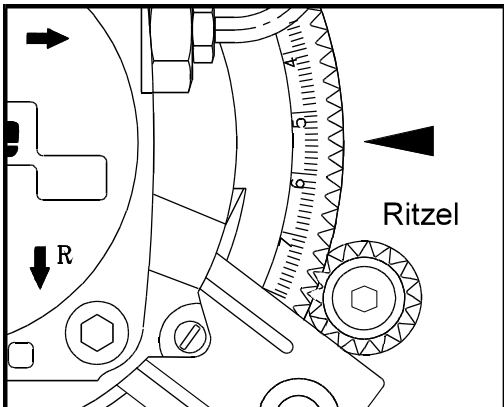
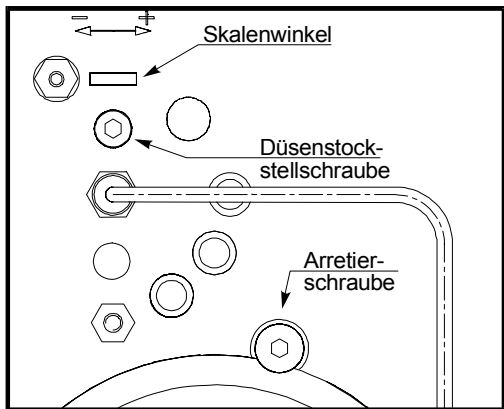

Bild 4
Bild 5
2. Veränderung der Gebläsekennlinie durch einstellbare Lufteinlaufdüse (siehe Bild 4). Vorteil: Der Ölbrenner arbeitet im optimalen steilen Bereich des Gebläses.
3. Sekundärlufteinstellung (siehe Bild 5). Durch Verschieben der Stauscheibe in der Mischeinrichtung erreicht man eine Änderung des Mischdruckes.
Mit dem Serviceschlüssel wird nach dem Lösen der Arretierschraube (Bild 5), über das Ritzel (Bild 4) die Brennerpressung im Gehäuse nach den Anhaltswerten (siehe Tabelle Seite 4 bzw. 5) ohne Flamme voreingestellt.
Eine Verstellung des Düsenstockes durch **Rechtsdrehen** der Stellschraube (Seite 6, Bild 4) in Richtung **größerer Skalenwerte**, **erhöht die Luftmenge** und **verringert damit den CO₂ - Anteil** im Abgas.